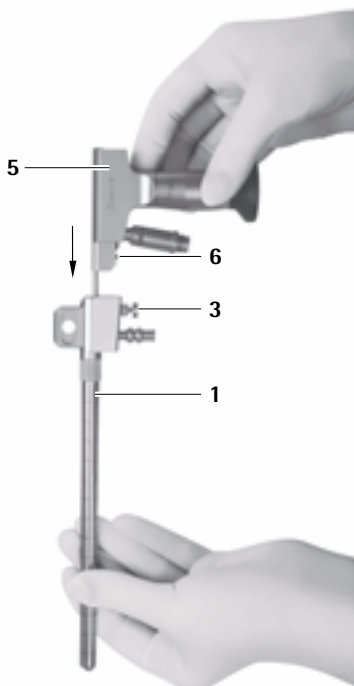

Рис. 2
- Зафиксировать эндоскоп 5 в троакаре MINOP inVent 1, см. Рис. 2.